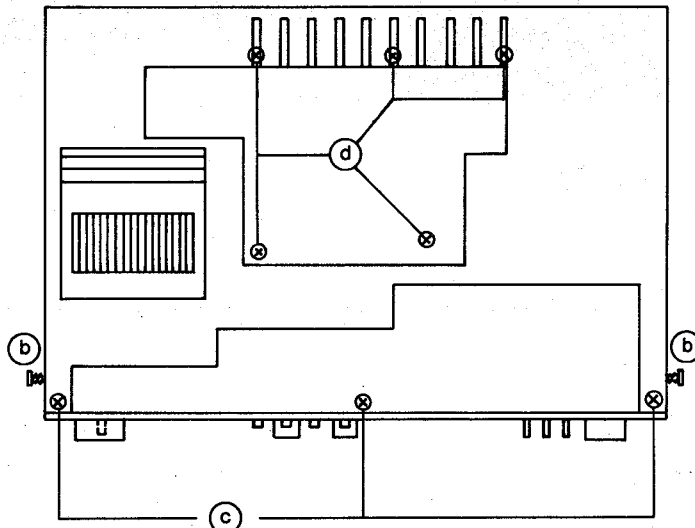

Abb. 2
1. Zwei Schrauben (b) an den Seiten lösen. (Abb. 2)
1. Sechs Schrauben (c) (je drei an der Ober- und Unterseite der Blende) herausdrehen (Abb. 2).
Fünf Schrauben (d) herausdrehen (Abb. 2).